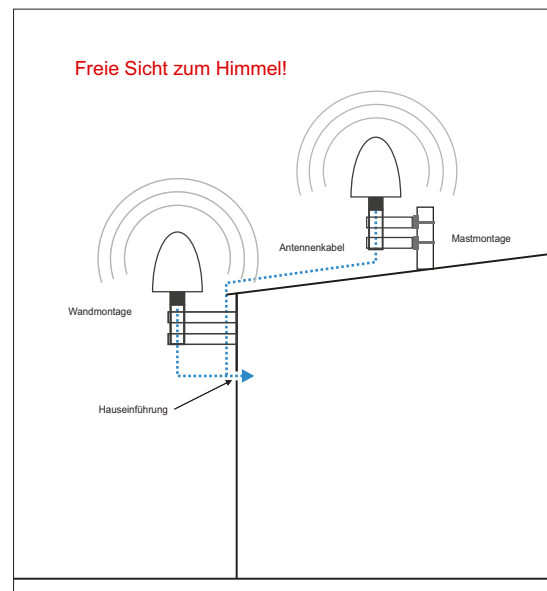

Abb. 1: Optimale Positionierungen
Um ausreichend Satelliten zu empfangen, wählen Sie einen Standort, der eine unverbaute Sicht in alle Himmelsrichtungen ermöglicht (Abb. 1), da es ansonsten zu Problemen bei der Synchronisation Ihres Meinberg-Zeitserverns kommen kann.
Für eine optimale 360°-Sicht der Antenne empfiehlt Meinberg die Dachmontage an einem geeigneten Metallmast (siehe rechte Antennendarstellung, Abb. 1). Ist diese nicht möglich, sollte eine wandmontierte Antenne an einem Gebäude, ausreichend hoch über der Gebäudetraufe, montiert werden (siehe linke Antennendarstellung, Abb. 1).
- Vertikale Montage der Antenne (siehe Abb. 1)